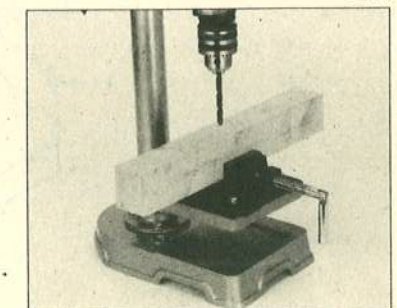

図14
②ドリル装着場に、テーブルの上に木板を置くことで、ドリルがつき抜けても、欠けたり傷がつくのを防ぎます。木板は柱の左側に接触するように置いて下さい。図14参照
③テーブルに止められないような小さなものを加工するときはドリル・プレス・バイス(万力)などを使って下さい。(ただし、部品には入っていません)万力は必ずテーブルにボルトなどで固定して使用して下さい。図14参照